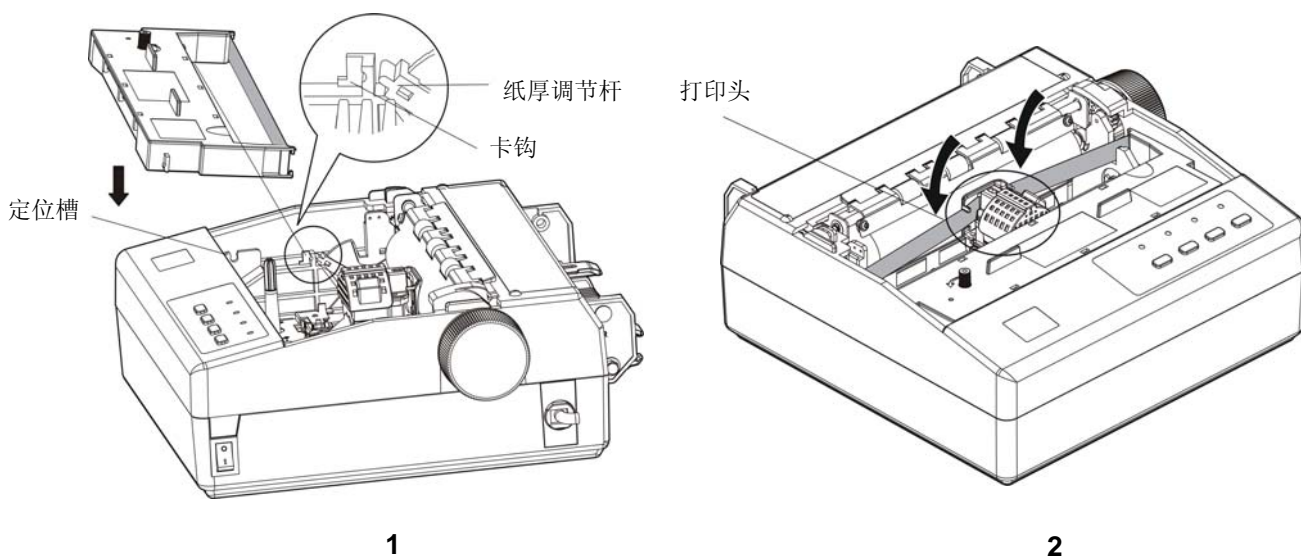

图 1-7 安装色带盒
4. 拿起色带盒，色带盒旋钮朝上（如图 1-7 所示）。先把纸厚调节杆调到适当位置，再将色带盒的卡臂倾斜置入打印机中的卡钩；向前向下轻按压下，使色带盒两侧的定位块卡进打印机的定位槽，以确保色带盒安装到位，然后一边沿色带盒上的箭头方向轻旋色带盒旋钮，一边把色带夹连同色带芯放进到打印头前端与色带导片之间，并按下到位。最后根据打印纸类型设置纸厚调节杆位置（详细说明请参考用户手册第三章）。